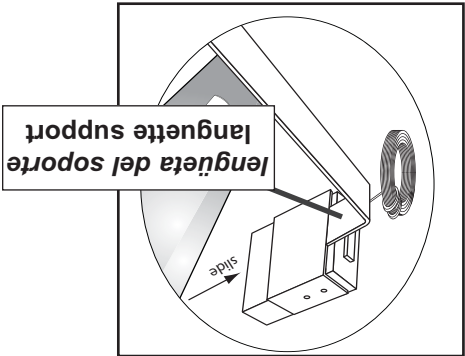

FIG. 3-5
- Enlever la feuille protectrice de l'étiquette d'avertissement de risque de coincage (Fig. 3-5). L'étiquette d'avertissement de coincage figure au milieu de ce manuel.
- Quite la forro protector de la etiqueta de advertencia de "Atrapamiento" (Fig. 3-5). Esta etiqueta está localizada en el centro de este manual.